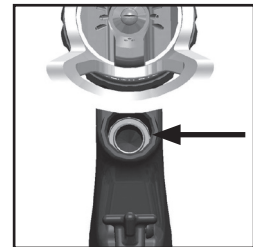

Fig. 18
5. NO QUITAR EL SELLO TRASERO DEL CUERPO DE LA PISTOLA. (Ver Fig. 18)
- e. El sello trasero debe verse limpio y colocado en su lugar en el diámetro interior. (Ver Fig. 18)